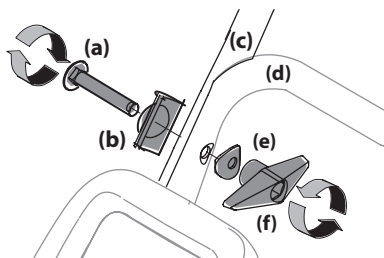

Figura 2-10
5. Inserte un tornillo del carro (a) desde el exterior a través de una lengüeta de la barra de control (b), las barras de control superior (c) e inferior (d), una arandela cóncava (e), y al interior de la perilla de aletas (f). Repita lo mismo en el otro lado. Ajuste las perillas de aletas (f) a cada lado de la barra de control. Consulte la Figura 2-10.